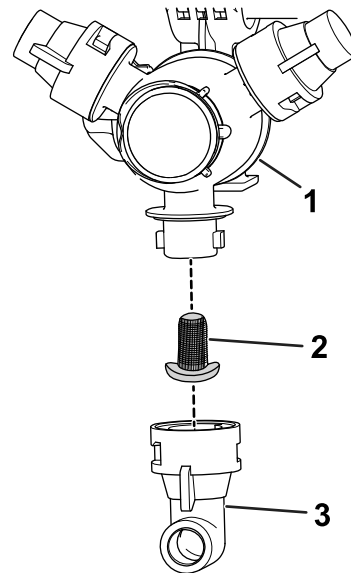

Figura 104
2. Retire la boquilla de la torreta de fumigación (Figura 104).
3. Retire el filtro de boquilla usado (Figura 104).
4. Instale el filtro de boquilla nuevo (Figura 104).
5. Instale la boquilla en la torreta de fumigación (Figura 104).